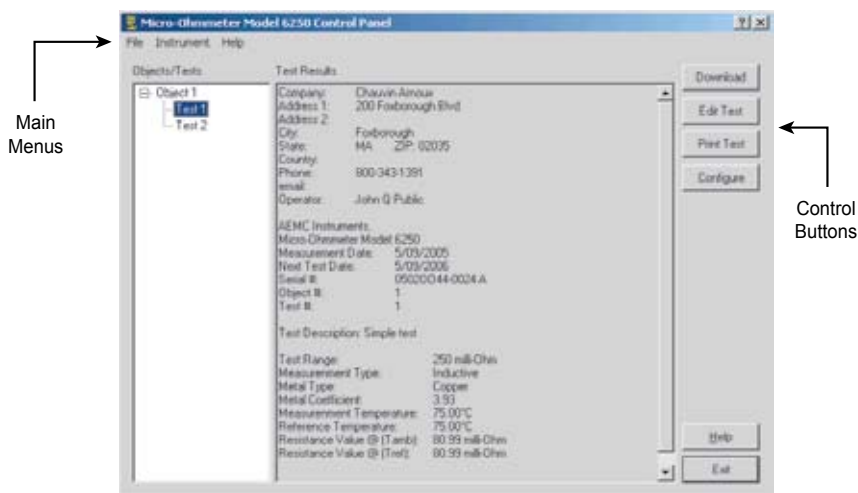

Figura 6-5
**NOTA:** Al iniciar el software, el Panel de Control aparece en blanco. En la Figura 6-5 se muestra como aparece el Panel de Control una vez descargados los datos o abierto un archivo de datos previamente almacenado.